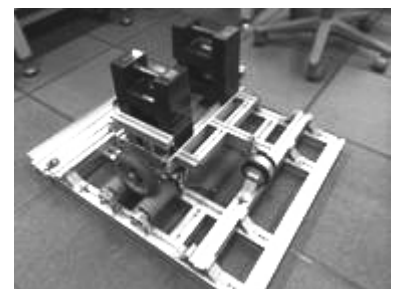

図2. 移動機構の耐久性試験
- ①急な加速・減速 → 緩やかな制御の導入
- ②不安定な走行 → 低重心化
- ③移動機構の故障 → 耐久性の向上
③はハードウェアの故障によるもので、改良だけでは故障を防ぐことはできない。ロボットの耐久性試験（図2）を行い、耐用年数を考慮した設計を行わなければならない。